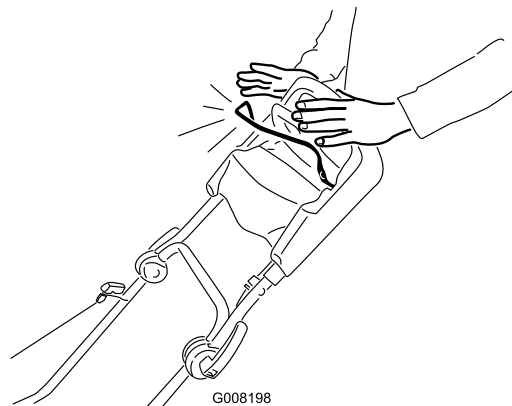

Figura 16
1. Rilasciate la barra di comando della lama (Figura 16).